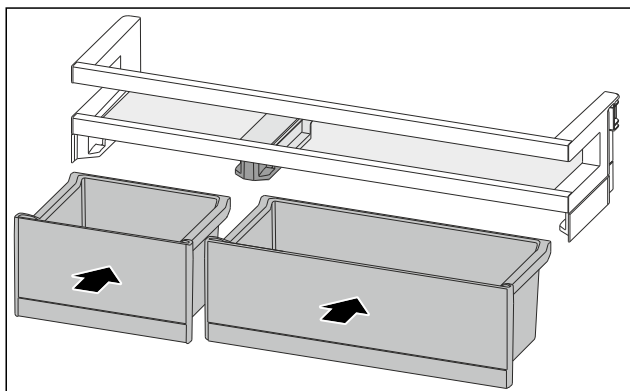

Fig. 117
- Sätt in VarioBoxarna i ombytt ordning. (se Fig. 117)